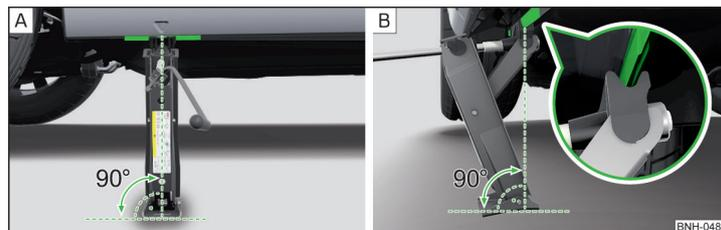

Abb. 135 Wagenheber ansetzen
- › Die Grundplatte des Wagenhebers mit ihrer gesamten Fläche auf einem geraden Untergrund abstützen und sicherstellen, dass sich der Heber in senkrechter Position zum Aufnahmepunkt befindet » Abb. 135 - [A].
- › Den Wagenheber unter dem Aufnahmepunkt mit der Kurbel so weit hoch drehen, bis seine Klaue den Steg umfasst » Abb. 135 - [B].